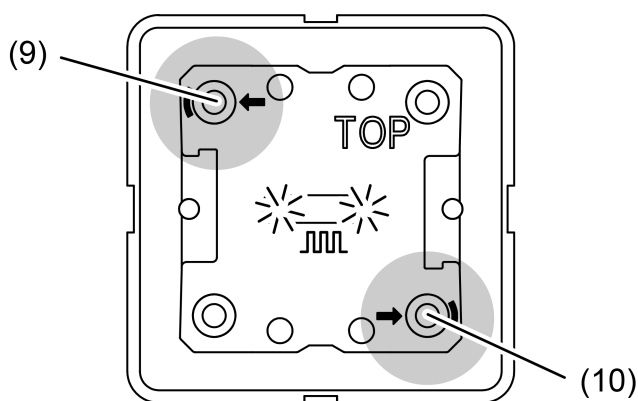

рисунок 6: Кнопки для активации режима программирования
- Активация режима программирования: нажать и удерживать кнопку слева вверх (9). Затем нажать кнопку справа вниз (10) (см. рисунок 6).
- Нажать и удерживать кнопки вверху слева и внизу справа (см. рисунок 6).
- Нажать кнопки вверху слева и внизу справа (см. рисунок 6) и удерживать в течение > 5 секунд.